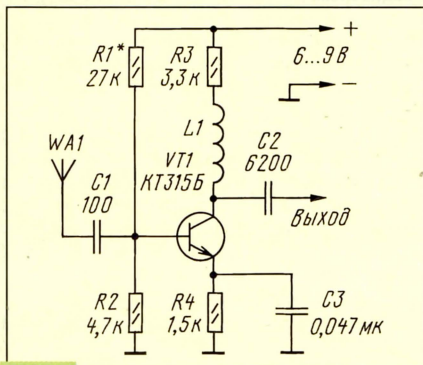

Рис. 1
**Усилитель радиочастоты.** Находясь в железобетонном здании или в кабине автомобиля, порою становится обидно за хороший промышленный радиоприемник, который вдруг перестает в таких условиях “ловить” дальние радиостанции. Вот здесь-то и пригодится приставка на одном транзисторе (рис. 1) – широкополосный усилитель радиочастоты (РЧ).